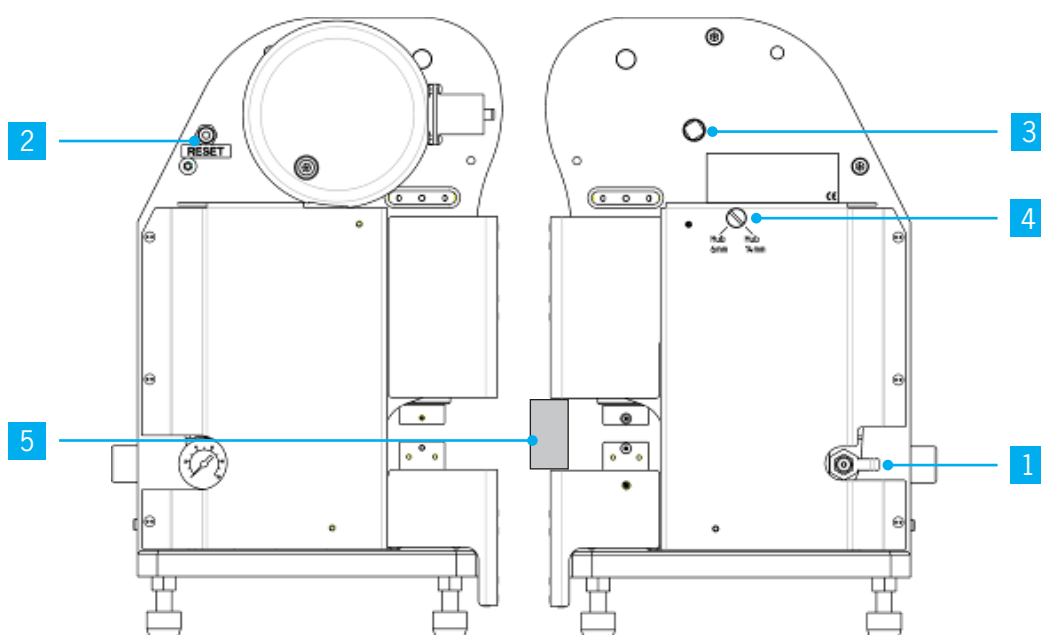

Abb. 3
- der eingestellte Arbeitshub ist an der Stellung der Schwenkwelle Abb. 3/4 sowie am Abstand zwischen dem Crimpeinsatz zu erkennen
- Luftzufuhr mittels Absperrventil Abb.3/1 unterbrechen
- die Maschine über den RESET-Taster Abb.3/2 entlüften, dabei schließt sich der Sicherheitsschutz automatisch
- mit einem Maulschlüssel den Vierkant der Gegenlage Abb.3/3 gegen den Uhrzeigersinn drehen, bis sich der Crimpeinsatz berührt
- mit Schraubendreher Schwenkwelle gegen Federdruck eindrücken und schwenken bis zum Anschlag gemäß der Kennzeichnung Abb.3/4.
- Luftzufuhr mittels Absperrventil Abb.3/1 unterbrechen; Schutz von Hand öffnen
- Einstellhilfe zwischen Schutzober- und -unterteil stellen, so dass im drucklosen Zustand ein Zusammenfahren des Sicherheitsschutzes vermieden wird Abb.3/5
- Entlüften der Maschine durch Betätigen RESET Abb.3/2
- mit Maulschlüssel SW 12 Gegenlage Abb.3/3 gegen den Uhrzeigersinn drehen, bis der Crimpeinsatz (druckfrei) geschlossen ist
- Prüfung der Passgenauigkeit von Ober- und Unterteil durch Schließen des Crimpeinsatzes; durch Drehen der Gegenlage Abb.3/3 mit Maulschlüssel SW 12
- Einstellhilfe entnehmen Abb.3/5; der Schutz schließt selbstständig
- Absperrventil öffnen Abb.3/1
- Prüfung der Parallelität von Ober- und Unterteil durch Schließen des Crimpeinsatzes, dazu mit einem Maulschlüssel den Vierkant der Gegenlage Abb.3/3 gegen den Uhrzeigersinn drehen, bis sich Ober- und Unterteil berühren können
- Einstellhilfe entnehmen Abb.3/5